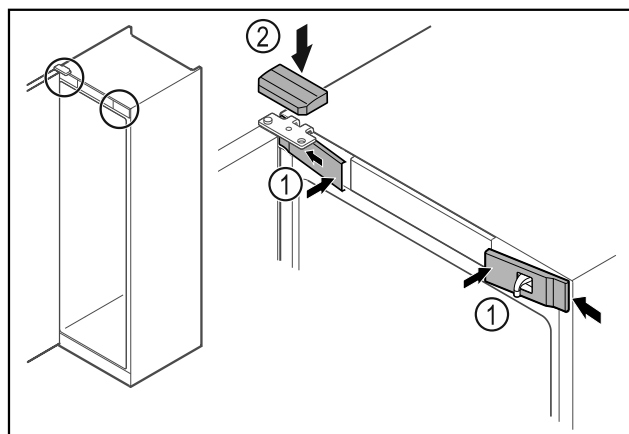

Fig. 52
- ▶ Agganciare le coperture anteriori Fig. 52 (1) di lato e innestarle.
- ▶ Innestare la copertura superiore Fig. 52 (2) dall'alto.